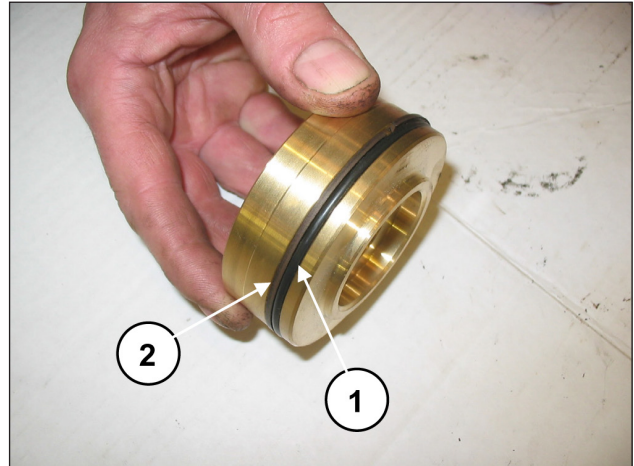

Abb. 131
Montieren Sie den O-Ring, Pos. 17 Explosionszeichnung (Pos. ①, Abb. 131) und den Stützring, Pos. 21 Explosionszeichnung (Pos. ②, Abb. 131) auf die Druckventilkappe.